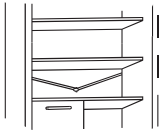

Fig. 19
• Conserve limpio el conducto de drenaje del agua (fig. 19) de la parte frigorífico, para evitar la presencia de agua en su interior.